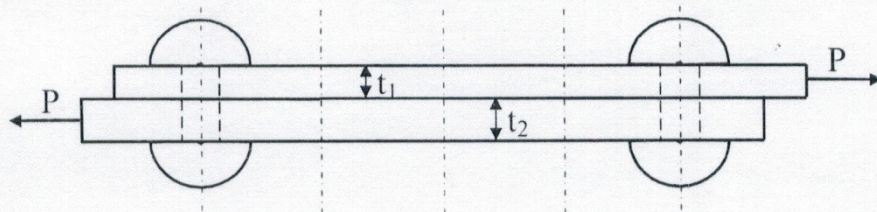

Рис. 7. Заклепочное соединение к примеру 1
Определить необходимое количество заклепок диаметром 20 мм (0,02 м) для соединения внахлест двух листов толщиной  $t_1 = 8$  мм (0,008 м) и  $t_2 = 10$  мм (0,01 м) (см. рис. 7). Силы  $P$  равны 20 т (200 кН). Допускаемые напряжения: на срез  $[\tau] = 1400$  кг/см2 (140 МПа), на смятие  $[\sigma_{\text{см}}] = 3200$  кг/см2 (320 МПа).
1. Определить необходимое количество заклепок диаметром 30 мм (0,03 м) для соединения внахлест двух листов толщиной  $t_1 = 9$  мм (0,009 м) и  $t_2 = 11$  мм (0,011 м) (см. рисунок 7, пример 1). Силы  $P$  равны 30 т (300 кН). Допускаемые напряжения: на срез  $[\tau] = 1500 \text{ кг/см}^2$  (150 МПа), на смятие  $[\sigma_{см}] = 3300 \text{ кг/см}^2$  (330 МПа). Начертить схему заклепочного соединения.